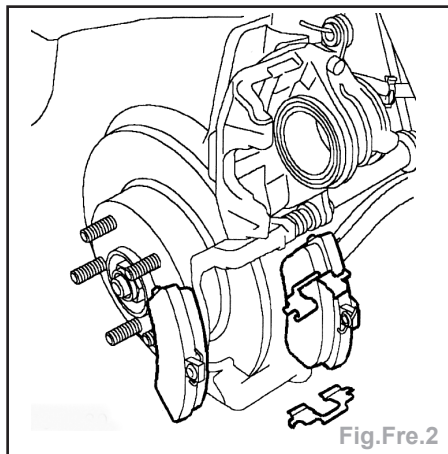

Fig.Fre.2
- Les plaquettes de frein et les retenues des supports d'étrier (Fig.Fre.2).